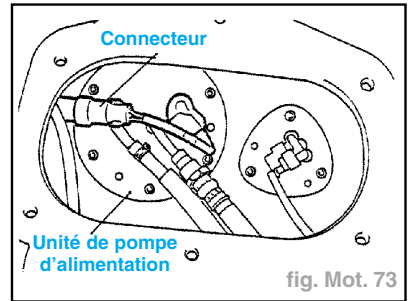

fig. Mot. 73
- Débrancher le connecteur de l'unité de pompe de carburant (fig. Mot. 73).